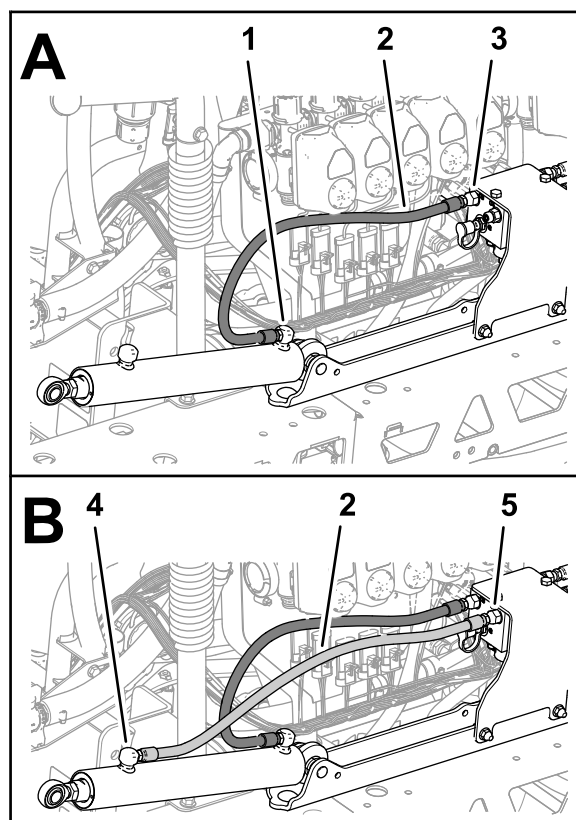
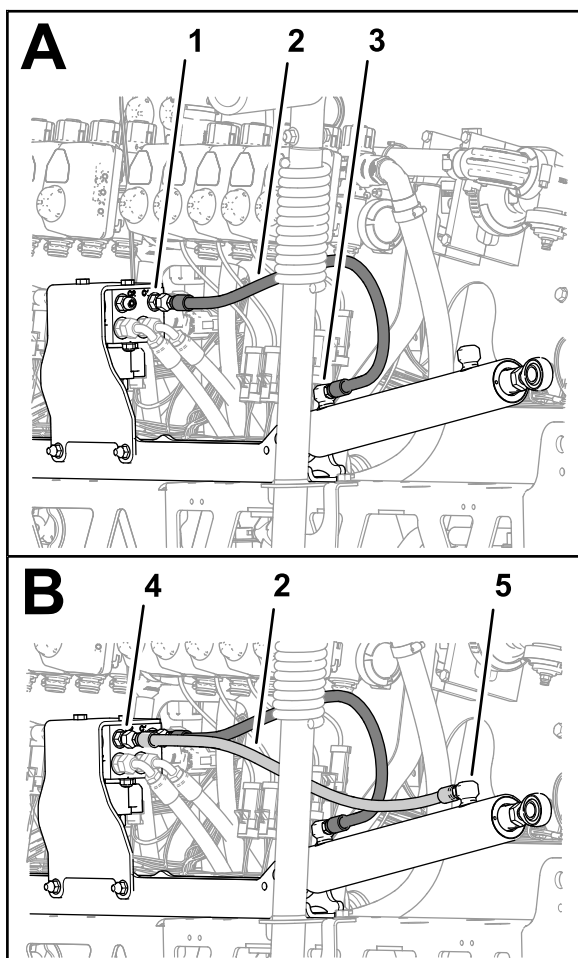

Figura 117
Figura 118
- Conecte provisionalmente una manguera hidráulica nueva (1/4" x 24 3/4") entre el orificio de extensión del cilindro de elevación del brazo izquierdo y el orificio C3 del distribuidor de elevación de los brazos (Figura 117).
- Conecte provisionalmente una manguera hidráulica nueva (1/4" x 24 3/4") entre el orificio de retracción del cilindro de elevación del brazo izquierdo y el orificio C4 del distribuidor de elevación de los brazos (Figura 117).
- Conecte provisionalmente una manguera hidráulica nueva (1/4" x 24 3/4") entre el orificio de extensión del cilindro de elevación del brazo derecho y el orificio C1 del distribuidor de elevación de los brazos (Figura 118).
4. Conecte provisionalmente una manguera hidráulica nueva (1/4" x 24 3/4") entre el orificio de retracción del cilindro de elevación del brazo derecho y el orificio C2 del distribuidor de elevación de los brazos (Figura 118).
5. Apriete los acoplamientos de los orificios de extensión y retracción de los cilindros de elevación (Figura 117 y Figura 118) a 21–26 N·m.
6. Apriete las tuercas giratorias de las mangueras del distribuidor de elevación de los brazos (Figura 117 y Figura 118) a 24–30 N·m.